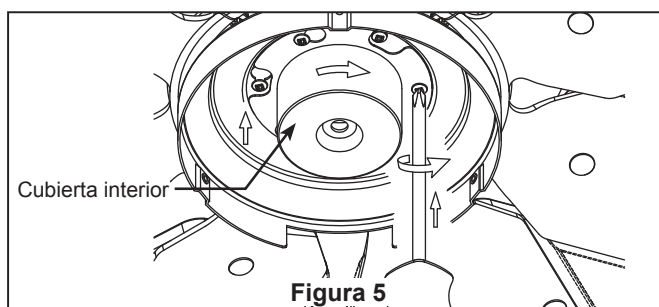

Figura 5
4. Una vez haya hecho las conexiones, coloque los cables hacia arriba y empújelos cuidadosamente hacia dentro de la caja de la toma de corriente, poniendo los cables blancos y verdes a un lado de la caja y los negros hacia el otro lado. Los cables deben ser colocados de forma extendida poniendo el conductor de la toma de tierra y el conductor de toma de tierra del equipo a un lado de la caja, colocando el conductor sin toma de tierra en el otro lado de la caja. (Figura 5)
5. Fije la cubierta interior en el borde de soporte usando los tres tornillos restantes y fíjelos por completo. (Figura 5)
7. **Configuración del mando a distancia y proceso de configuración de la velocidad (RPM): (Figura 5)**